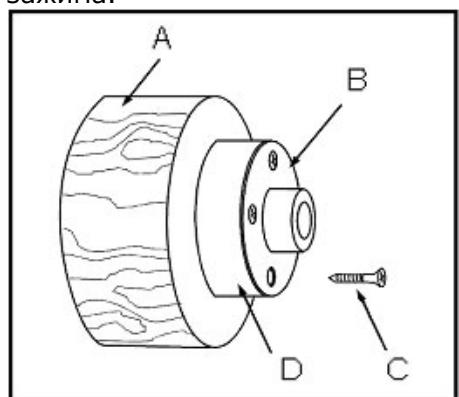

Рис.14
Закрепите заготовку (A, рис.14) с помощью 4-х шурупов (C) прямо к зажимному диску.